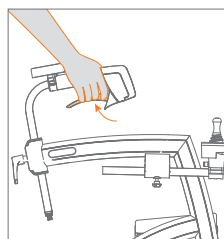

Figura 27: Frenatura.
- b. Stringere le maniglie dei freni per frenare (**Figura 27**).